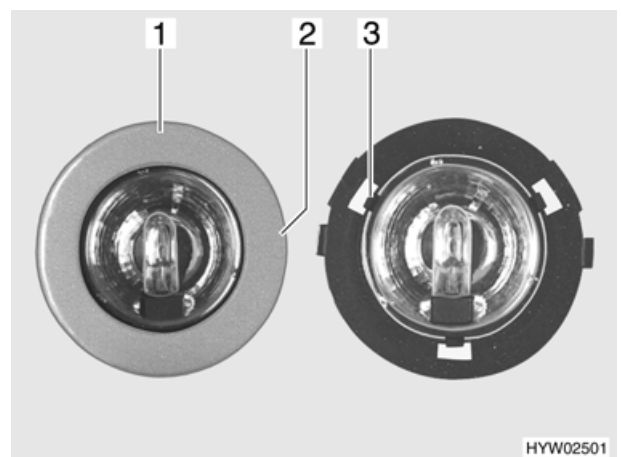

Bild 104 Toilettenraumleuchte
- Langsam die Blende (Bild 104,1) drehen, bis die Nase (Bild 104,2) des Gehäuses in der darunter liegenden Blendennut einrastet.
- 3 Klammern (Bild 104,3) halten die Glasscheibe der Halogenleuchte im Gehäuse. Eine der 3 Klammern zur Seite drücken.